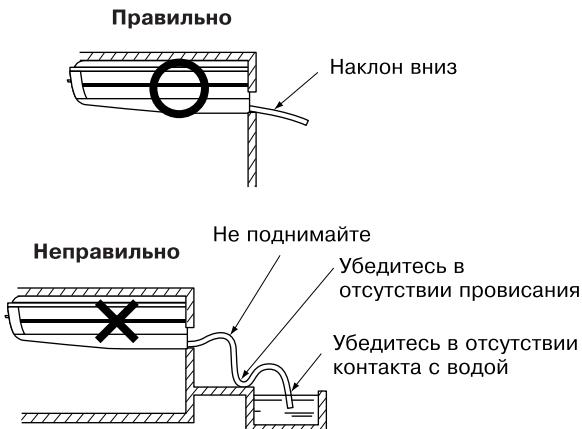

Рис. 21
- Во избежание образования воздушных пробок следите за тем, чтобы не превышалась допустимая длина дренажной трубы и обеспечивался ее наклон вниз с градиентом не менее 1/100. (**См. рис. 21**)